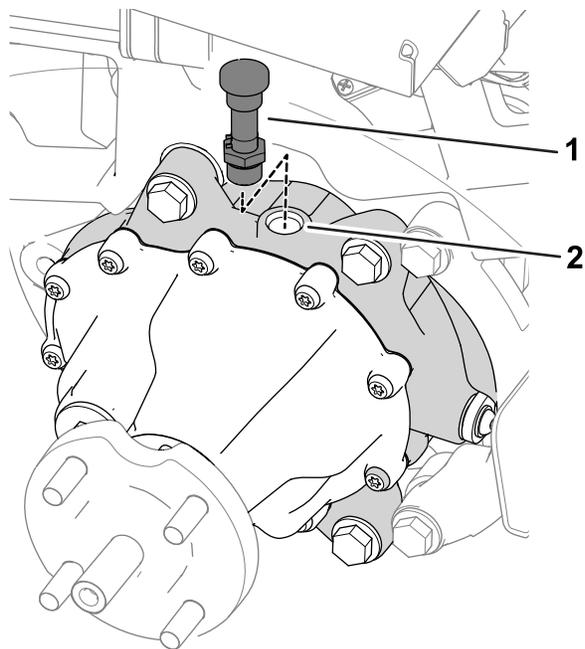

图 50
7. 从齿轮箱顶部取下通气管和接头 图 50。
9. 将通气管和接头装入加油口 图 50。